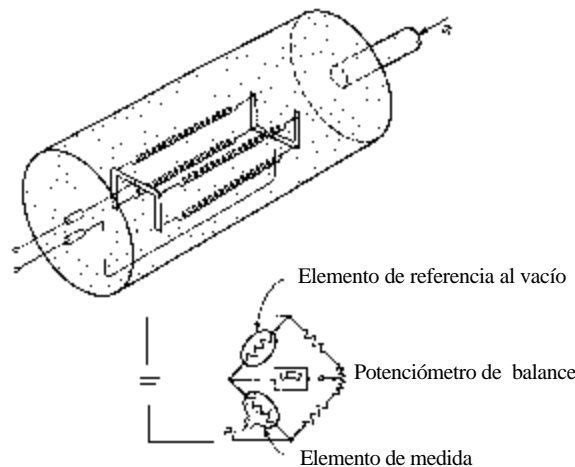

Figura 11
**Transductor Pirani o de Resistencia** . Se muestra en la Figura 11 y utiliza un puente Wheatstone que compara las resistencias de los dos filamentos de tungsteno, uno sellado en alto vacío dentro de un tubo y el otro en contacto con el gas medido. La corriente que fluye por la resistencia la caliente a una temperatura que depende de la presión del gas. La resistencia eléctrica del elemento cambia con la temperatura y este cambio causa que el puente quede desbalanceado. El puente se utiliza como un dispositivo de deflexión en lugar de un detector de cero. Cualquier cambio en la presión causará un desbalance en el puente.